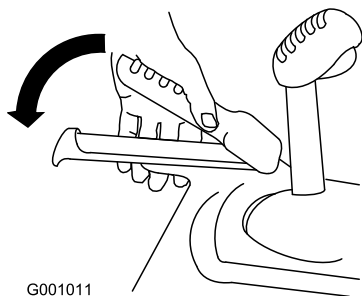

Figura33
1. Pentru a cupla unitatea de tracțiune, strângeți maneta din partea stângă (tracțiune) de mâner (Figura33).